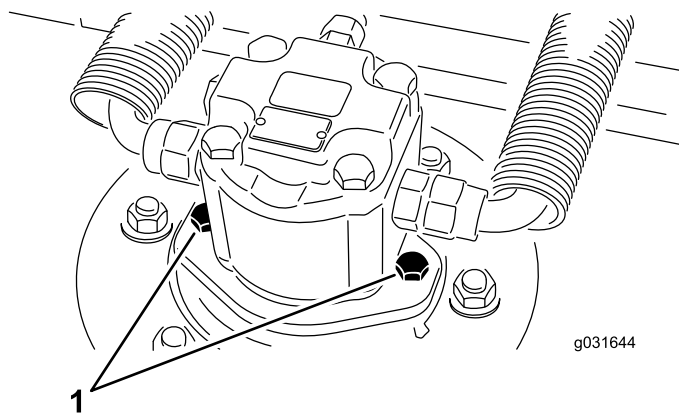

Bild 67
2. Entfernen Sie die Befestigungsschrauben des Hydraulikmotors, klemmen den Hydraulikmotor vom Mähwerk ab und entfernen ihn (**Bild 67**).
- Bringen Sie mithilfe der Befestigungsschrauben des Hydraulikmotors den Hydraulikmotor am Mähwerk an (Bild 67).